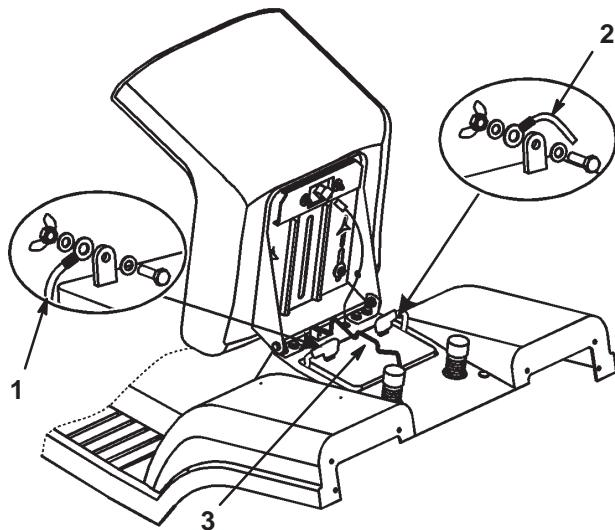

Bild 27
7. Klemmen Sie das Minuskabel (schwarz) vom Batteriepol ab (Bild 27).
9. Klemmen Sie das (rote) Pluskabel vom Batteriepol ab (Bild 27).
10. Entfernen Sie die Batteriebefestigungsstange (Bild 27).
1. Setzen Sie die Batterie in das Chassis ein. Die Pluspole sollten zur Vorderseite des Traktors zeigen (Bild 27).
2. Befestigen Sie die Batterie mit den Klemmstangen am Chassis (Bild 27).
3. Schließen Sie das Pluskabel (rot) mit der Schraube und der Flügelmutter am (+) Pluspol an (Bild 27). Schieben Sie die Gummiaabdeckung über den Batteriepol.
4. Schließen Sie das (schwarze) Minuskabel mit der Schraube und Flügelmutter am (-) Minuspol an (Bild 27). Schieben Sie die Gummiaabdeckung über den Batteriepol.